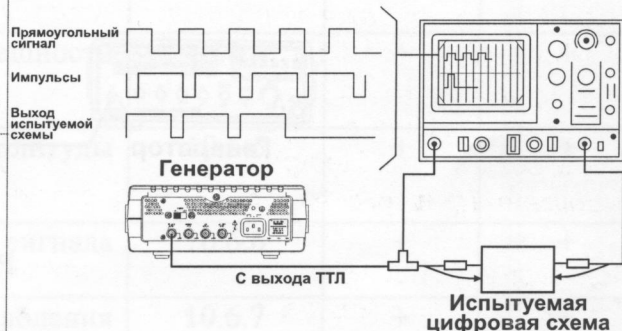

Рис.7
- (а) Подключите схему как показано на рис.7.